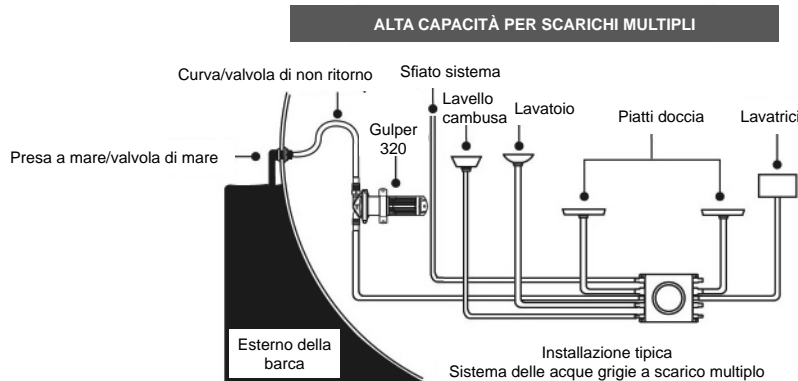
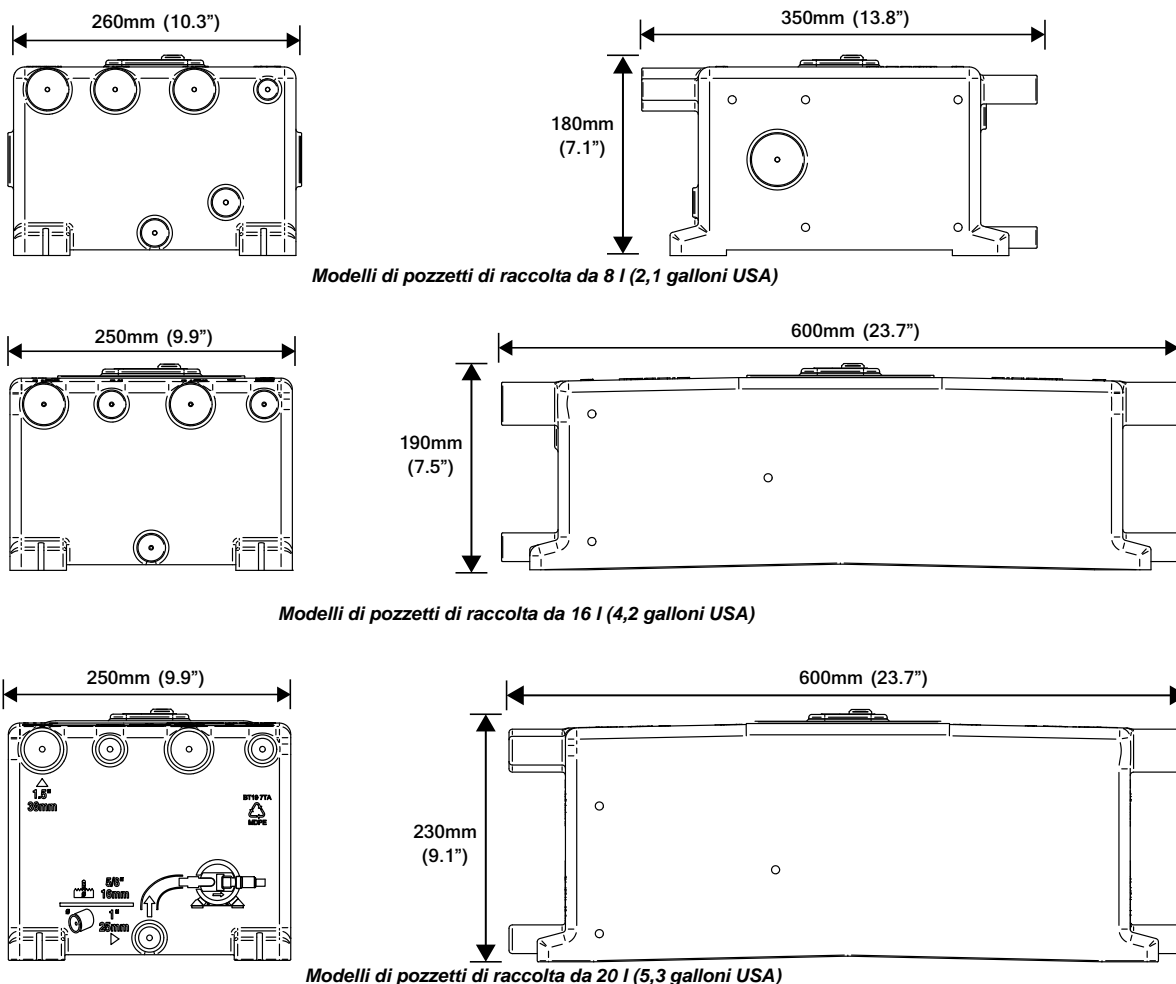

Figura 1 – Installazione tipica del pozzetto di raccolta delle acque grigie in un sistema delle acque grigie a scarico multiplo
Figura 2 – Dimensioni dei pozzetti di raccolta delle acque grigie
- Tutte le tubazioni **devono** contenere una curva/valvola di non ritorno correttamente installata. (Figura 1)
- L'acqua pompata **deve** essere espulsa attraverso una presa a mare o una valvola di mare **al di sopra della linea di galleggiamento**. (Figura 1)
Il pozzetto di raccolta delle acque grigie è progettato per l'uso con le acque di scarico grigie nelle imbarcazioni marittime da diporto. L'installazione tipica è illustrata nella figura 1. Per le dimensioni del pozzetto di raccolta, vedere la figura 2.